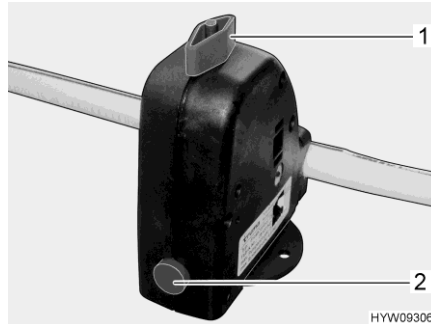

Fig. 154 Valve de sécurité et de vidange (Truma)
- Fermer la valve de sécurité et de vidange (Truma). Tourner pour cela le bouton rotatif (Fig. 154,1) dans le sens transversal par rapport à la valve de sécurité et de vidange et enfoncer le bouton-poussoir (Fig. 154,2).